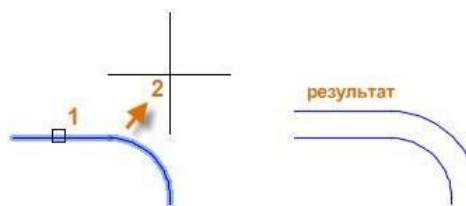

Рисунок 4.9 – Створення
Під час виконання дій оберіть об'єкт (1), вкажіть відстань зміщення і клацніть ЛКМ з того боку від вихідної точки, де потрібно отримати результат (2) (рис. 4.9).